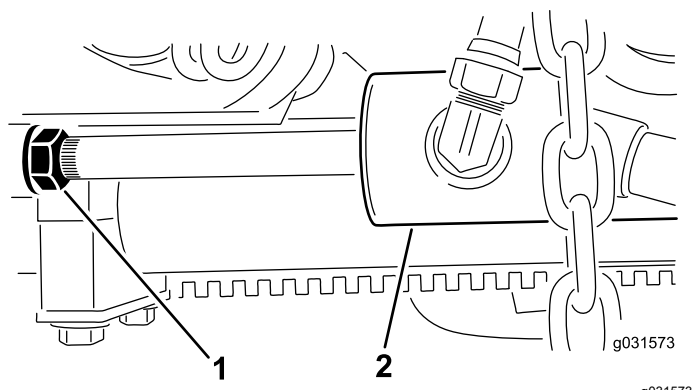

Рисунок 13
- В. Ослабьте затяжку контргайки на цилиндре (Рисунок 13).